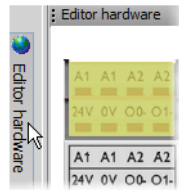

Figura 5-7 Apertura dell'editore hardware con funzione Nascondi-Automaticamente attivata
1. Visualizzare l'editore hardware (menù "Visualizzazione", voce "Editore hardware") e la finestra delle funzioni (menù "Visualizzazione", voce "Finestra funzioni"). Se la funzione Nascondi-Automaticamente è attivata, puntare il mouse sulla finestra ridotta a icona, come mostrato in Figura 5-7 per l'editore hardware.
1. Visualizzare la finestra delle funzioni (menù "Visualizzazione, Finestra funzioni"). Se la funzione Nascondi-Automaticamente è attivata, puntare il mouse sulla finestra ridotta a icona, come mostrato in Figura 5-7 per l'editore hardware.